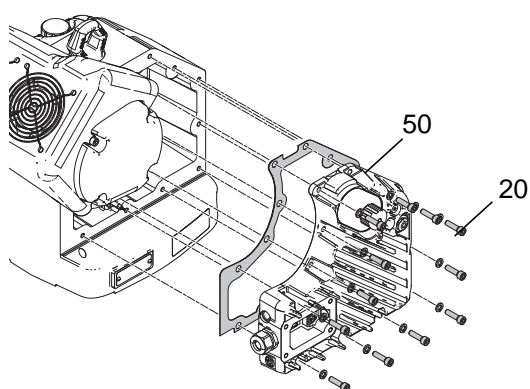

FIG. 20: Desmontaje de la tapa del sistema electrónico
4. Instale la tapa del sistema electrónico (50) y apriete 12 tornillos (20). Apriete a 15-20 ft-lb (20-27 N•m). Vea FIG. 20, página 15.
3. Retire 12 tornillos (20) y arandelas de la tapa del sistema electrónico (50). Vea FIG. 20, página 15.